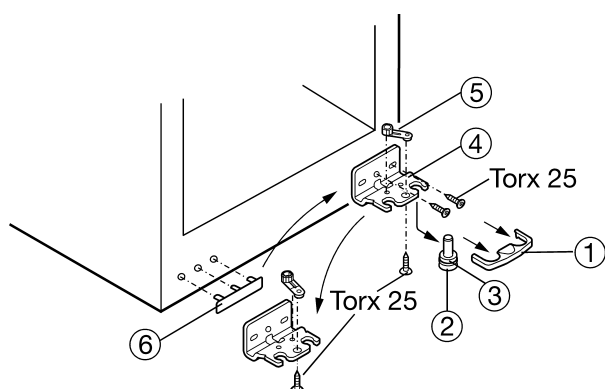

Fig. 4
- ▶ Afdækningen Fig. 4 (1) trækkes af forinden og fremad.
- ▶ Lejebolten Fig. 4 (2) trækkes ned og frem for at få den ud. Pas herved på hængslets bøsning Fig. 4 (3).
- ▶ Lejebukken Fig. 4 (4) skrues af.
- ▶ Lejedelen Fig. 4 (5) skrues af og flyttes til det hul, som ligger lige over for, skru så atter fast.
- ▶ Afdækningen på håndtagets side Fig. 4 (6) løftes forsigtigt og flyttes til den modsatte side.
- ▶ Lejebukken Fig. 4 (4) skrues fast igen på den nye hængselside om nødvendigt ved hjælp af en akku-skruetrækker gennem det ydre langhul og rundhullet.
- ▶ Lejebolten Fig. 4 (2) med hængselshylster Fig. 4 (3) sættes ind igen nedefra i lejebuk og dørleje.
- ▶ Døren rettes eventuelt ud ved hjælp af de to langhuller i lejebukken Fig. 4 (4), så døren er på linie med apparatets kabinet, så spændes skruerne fast.
- ▶ Afdækningen Fig. 4 (1) anbringes igen på sin plads.